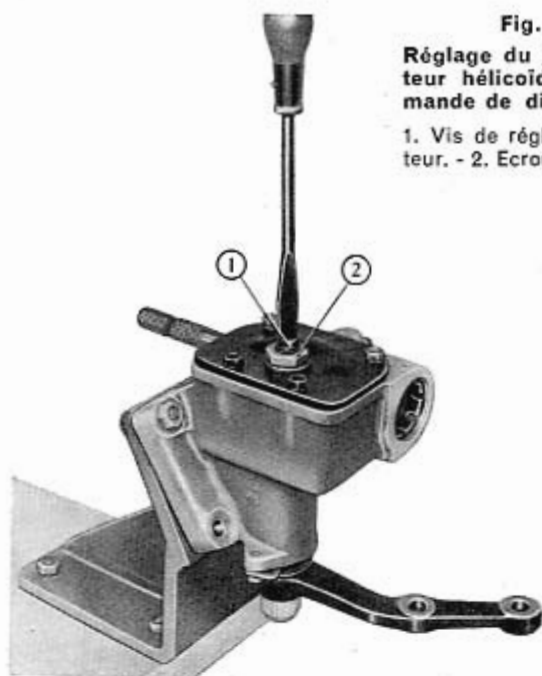

Fig. 275
Ensuite régler le jeu au moyen de la vis de réglage (1, fig. 275) placée sur le couvercle; bloquer enfin la vis avec son écrou (2).